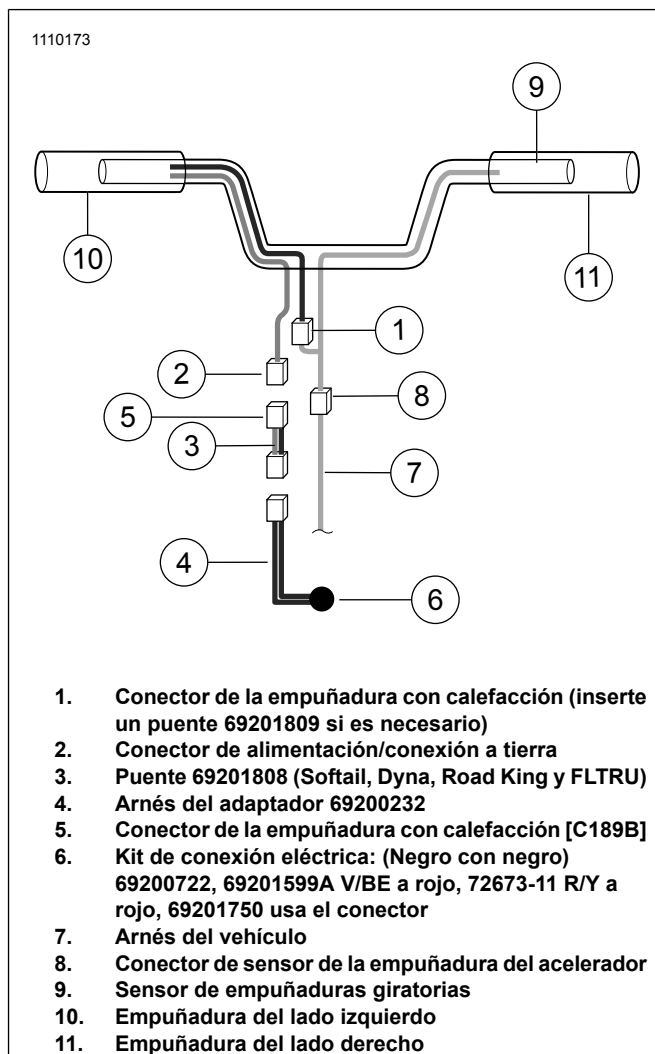

Figura 9. Conexiones eléctricas
- Vea Figura 9 . Extraiga el fuselaje exterior.
- Conecte la interconexión de la empuñadura con calefacción (1) de Figura 9 a la empuñadura de la izquierda.
- Conecte el cable de conexión a tierra/alimentación de la empuñadura con calefacción (2) del lado izquierdo de Figura 9 .
3. Conecte la interconexión de la empuñadura con calefacción (1) de Figura 9 a la empuñadura de la izquierda.
- b. Vea Figura 9 . Acople el conector de 2 patillas de la empuñadura con calefacción (2) al conector de 2 patillas de 69201750 detrás del faro delantero. Agregue el puente (3) si se requiere una longitud adicional.
8. Corte el puente (4) a la longitud suficiente para que se empalme en el kit (6).
9. Pele los cables de la parte posterior y empalme con el arnés de conexión eléctrica (7).
11. Finalice la instalación del kit de conexión eléctrica (6) de acuerdo con las instrucciones del kit.